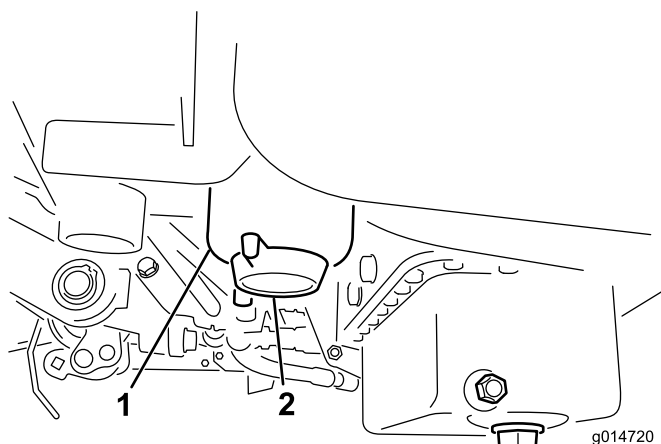

Figura 45
2. Pulite la superficie circostante la scatola del filtro (Figura 45).
4. Aprite il tappo di spurgo del filtro (Figura 45).